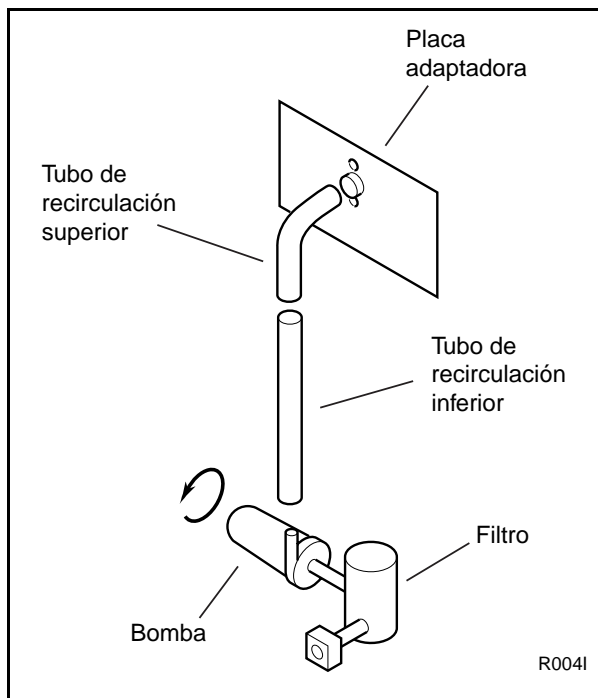

Figura 26
Nota: Si durante la prueba de funcionamiento de los controles se determina que la rotación del motor de la bomba no es la correcta, intercambie cualquier par de terminales (T1-T2, T1-T3 o T2-T3) del contactor de la bomba. La dirección correcta de rotación del motor se indica en la Figura 26.
- c. Acople el tubo de recirculación al conector de manguera en la placa adaptadora de recirculación ubicada en la parte trasera de la lavadora extractora. Vea la Figura 26.